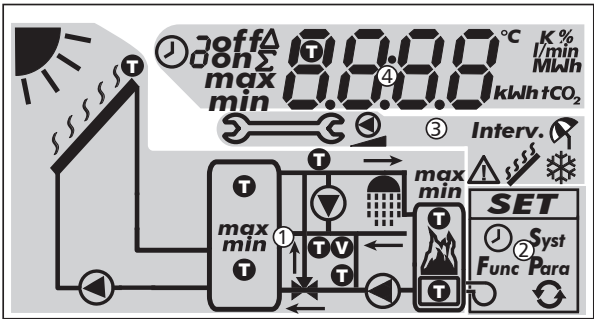

Fig. 8:    Panoramica sulle aree del display (tutti gli elementi visibili)
La tabella seguente descrive i simboli nello schema del sistema (① nella Fig. 8).
Il menu delle impostazioni (② nella Fig. 8) contiene le seguenti voci:
La tabella seguente descrive i pittogrammi delle funzioni (③ nella Fig. 8).
La visualizzazione dei dati di funzionamento e delle impostazioni (④ nella Fig. 8) è formato dai seguenti elementi:
①	Simbolo per il comando a tempo delle funzioni. Il simbolo viene visualizzato se: <ul style="list-style-type: none"><li>• viene impostato un limite temporale o un comando a tempo,</li><li>• viene visualizzato lo stato del limite temporale / comando a tempo,</li><li>• il limite temporale blocca il comando in funzione della temperatura (simbolo lampeggiante).</li></ul>
②	Numero della finestra temporale attualmente impostata/visualizzata nel menu delle impostazioni o in cui si trova l'ora attuale. Il comando a tempo di una funzione è composto da 1 o 3 finestre temporali impostabili. Esempio: finestra temporale 1: 06:00 – 08:00 finestra temporale 2: 11:00 – 12:30 finestra temporale 3: 17:00 – 19:00
③	Informazioni supplementari: on, off: stato di commutazione / condizioni di commutazione on, off max, min: valore massimo , valore minimo Σ: valore di funzionamento sommato dalla prima messa in funzione, non ripristinabile Δ: valore di funzionamento sommato dall'ultimo ripristino su 0
④	Il simbolo viene visualizzato se durante l'impostazione di una funzione viene selezionato un sensore di temperatura.
⑤	Visualizzazione di: <ul style="list-style-type: none"><li>• valori di misurazione</li><li>• valori di impostazione</li><li>• codici errore</li><li>• altre informazioni, per es. versione software</li></ul>
⑥	Unità fisica del valore visualizzato in ⑤